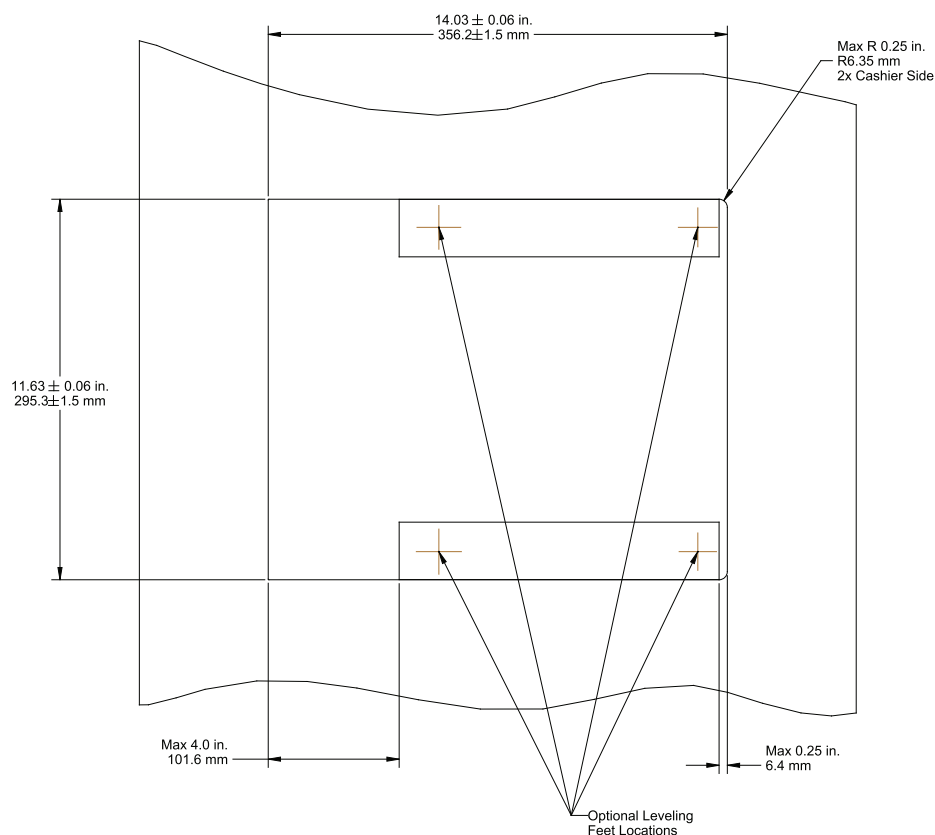
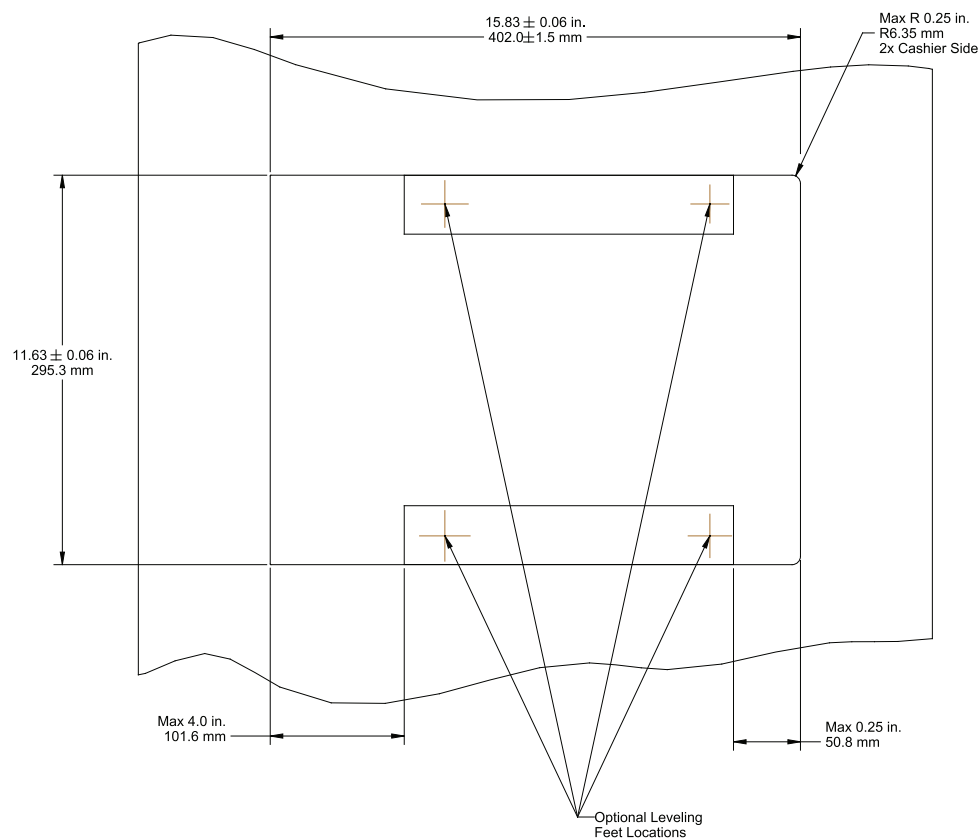
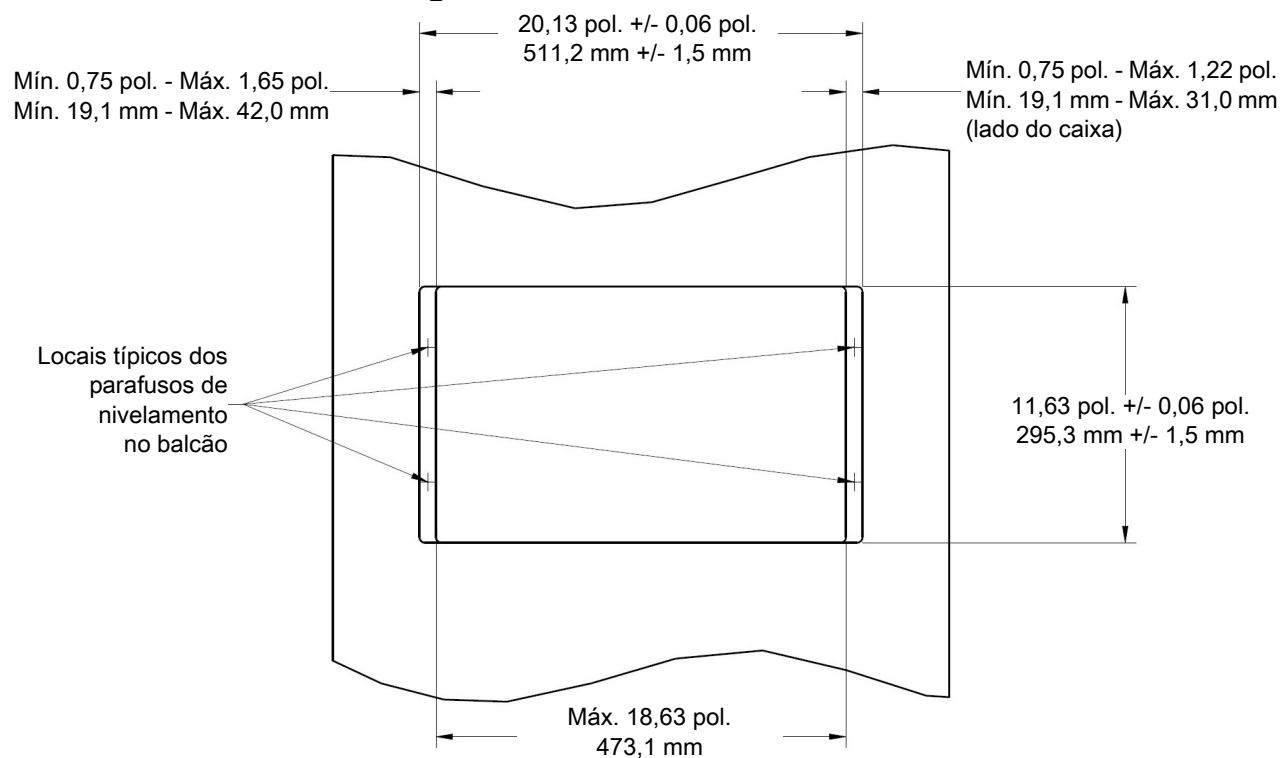

Figura 3-10 Corte do balcão (sem balança) da unidade curta
Figura 3-14 Corte do balcão da unidade média
Figura 3-18 Corte do balcão da unidade longa
2. Verifique as dimensões do suporte mostradas na Figura 3-10, Figura 3-14 e Figura 3-18, respectivamente.